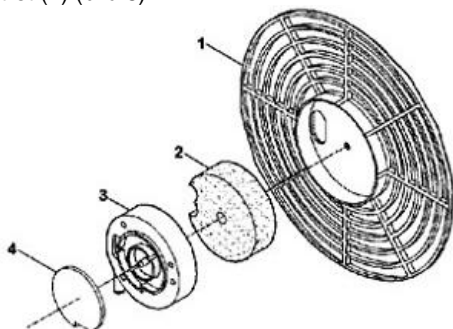

Bild 8
Filter för luftintag och luftutsläpp Var 500:e timma: kontrollera filtren. Montera ner det bakre gallret (1), tvätta intagsfiltret (2) med ett lätt rengöringsmedel och torka noggrant innan det monteras tillbaka. Avlägsna locket (3) och byt ut utläppsfiltret (4) (bild 8).